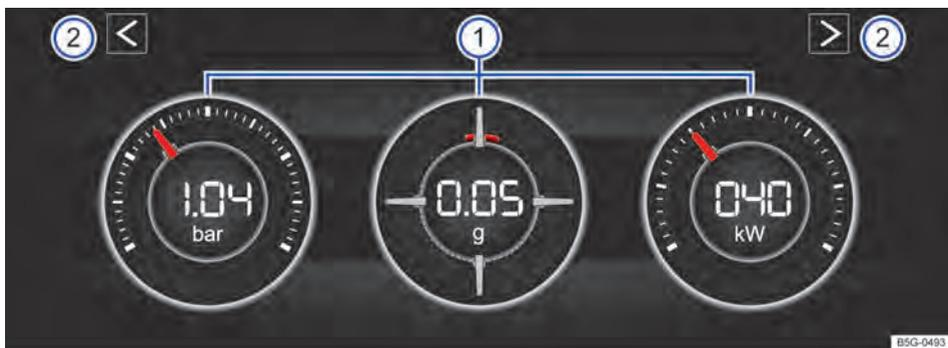

Fig. 21 No display do rádio: monitor de potência.
Legenda para → Fig. 21:
Se você desejar alternar entre o monitor de potência e o cronômetro → Página 34, toque em um dos botões de seta à esquerda e à direita acima dos instrumentos → Fig. 21 ②.
O display pode exibir, no máximo, três instrumentos simultaneamente. Cada um dos instrumentos pode ser selecionado para cada uma das áreas de exibição → Fig. 21 ① (esquerda, central, direita).
- **Indicação de pressão de carga:** a indicação da pressão de carga → Fig. 21 ① (à esquerda) exibe a pressão no circuito do ar de sobrealimentação entre o turbocompressor e o motor (em “bar”). Quanto mais o ponteiro fica à direita na escala, maior será a potência que o motor despende.
- **Acelerômetro (G-Meter):** o acelerômetro (G-Meter) ① (centro) indica na área central o valor da aceleração (em “g”). A marcação vermelha na área disposta no display indica a intensidade da aceleração e a direção de força que atua (conforme os princípios físicos contrários). Se você, por exemplo, conduzir para a esquerda, a marcação vermelha do instrumento se moverá na área direita do instrumento (e vice-versa). Ao acelerar, a marcação vermelha se moverá para cima. A intensidade da aceleração é indicada pela posição da marcação vermelha de dentro para fora. Se a aceleração aumenta, a marcação vermelha é excluída da área central.
- **Indicação de potência:** a indicação de potência ① (à direita) exibe a potência do motor atualmente demandada na forma de valor digital e analogamente na escala (em kW).